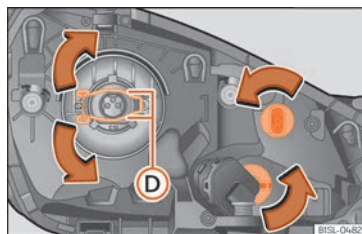

Fig. 86 Far esquerre
3. Pressioneu l'estrep de seguretat  » fig. 86 (D) cap avall en la direcció de la fletxa, desenganxeu-lo cap al lateral i allunyeu-lo.
6. Col·loqueu la bombeta, retorneu a la seva posició i enganxeu l'estrep de seguretat  » fig. 86 (D).